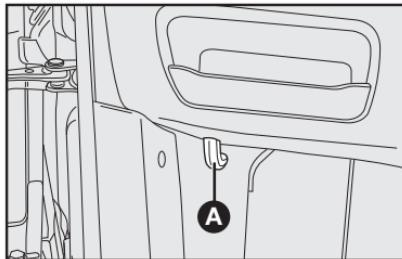

fig. 72
- 1) puxar a alavanca A-fig. 72.